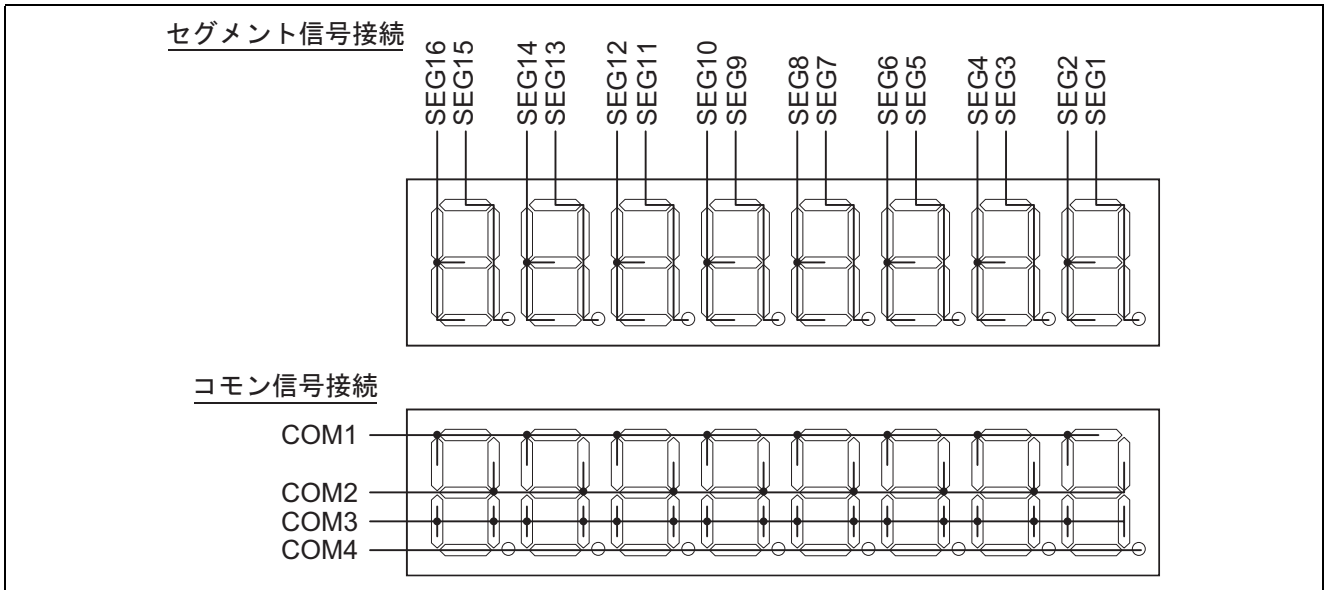

図 3 LCD パネルのセグメント信号とコモン信号の接続図
(2) 本タスク例では、8桁の LCD パネルを使用して 1/4 デューティによる LCD 表示を行います。本タスク例で使用する LCD パネルのセグメント信号とコモン信号の接続図を図 3 に示します。